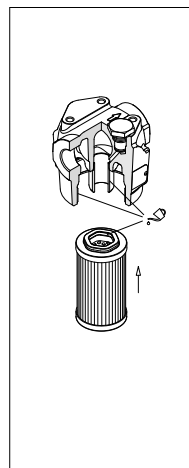

fig. 12
- (Fig. 12) Lubrificare con il fluido di lavoro lo Hex Ring dell'elemento filtrante, il codolo e la sede della testata, quindi calzare l'elemento filtrante sul codolo. Prestare attenzione a non danneggiare la guarnizione Hex Ring.